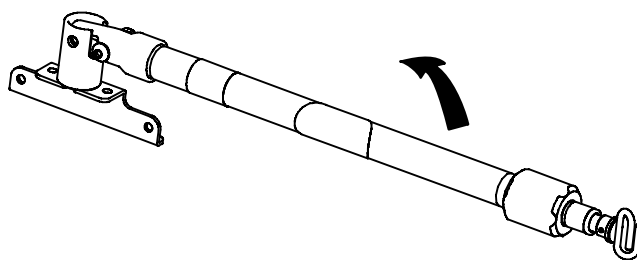

Figure 26 – Position de rangement du support de perfusion en trois parties
1. Soulever et faire pivoter le support de perfusion à partir de sa position de rangement. Appuyer vers le bas jusqu'à ce que le support de perfusion se verrouille dans le boîtier (A).
2. Pour élever la hauteur du support de perfusion, tourner le collier de verrouillage (B) dans le sens antihoraire et tirer la partie télescopique (C) vers le haut. Élever le support de perfusion jusqu'à la hauteur désirée.
3. Tourner le collier de verrouillage (B) dans le sens horaire pour verrouiller la section télescopique (C) en place.
4. Pour un support de perfusion plus élevé, tirer la section coulissante (D) vers le haut jusqu'à ce que la pince à ressort (E) soit connectée.
5. Suspendre les poches de perfusion au crochet de perfusion (F).
6. Pour abaisser le support de perfusion, enfoncer la pince à ressort (E) et faire glisser la section (D) vers le bas dans la section télescopique (C). Tourner le collier de verrouillage (B) dans le sens antihoraire et faire glisser la section télescopique (C) dans le tube du bas.
7. Tourner le collier de verrouillage (B) dans le sens horaire pour serrer.
8. Soulever et faire pivoter le support de perfusion vers le bas dans sa position de rangement (Figure 26).